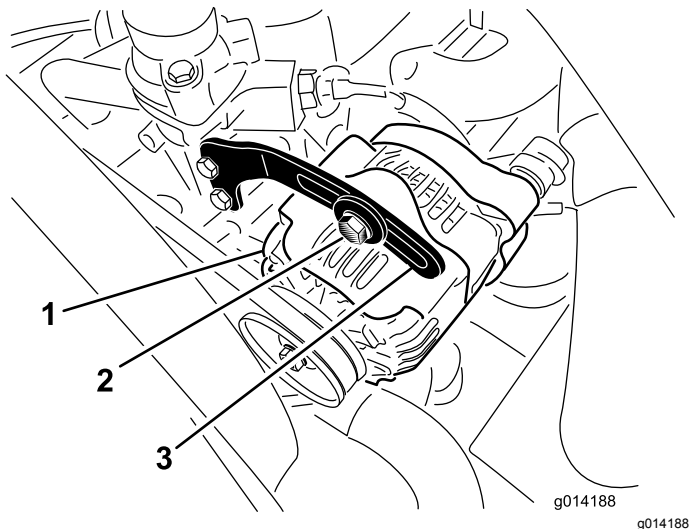

图48
2. 检查交流发电机皮带张紧力的方法使用 10kg 的力按压交流发电机和曲轴箱皮带轮之间的皮带图48中间位置。
3. 松开将支架固定到交流发电机图48的螺栓和交流发电机枢轴螺栓。